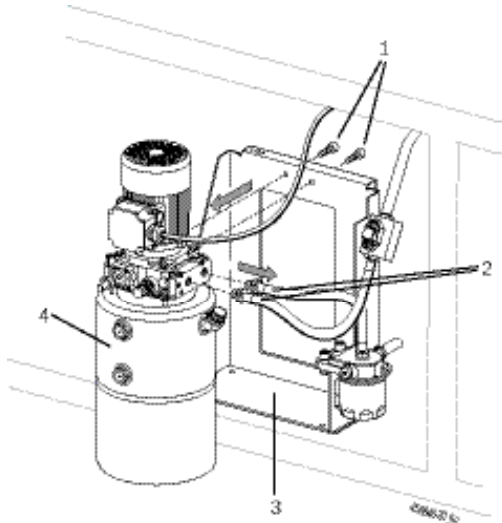

Fig. 23: Снятие бака для масла
5. Открутите два шланга (Рис. 23, Поз. 2) от бака для масла (Рис. 23, Поз. 4).
7. Используя ключ, открутите два шланга (Рис. 23, Поз. 1) на пластине основания (Рис. 23, Поз. 3) от бака для масла.
13. С помощью двух болтов (Рис. 23, Поз. 1) соедините бак с пластиной основания.
17. Соедините шланги (Рис. 23, Поз. 2).